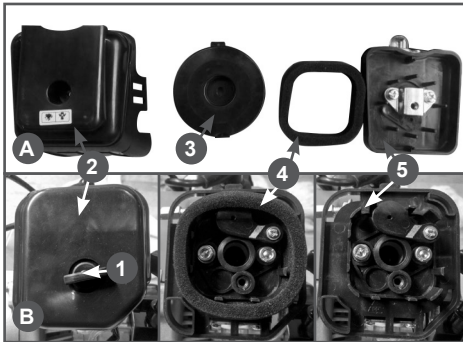

Рис. 14 Конструкция воздушного фильтра
1. Открутите винт 1 крепления крышки 2 воздушного фильтра и снимите ее (Рис. 14).
6. Очистите от загрязнений крышки и опору 5 воздушного фильтра (Рис. 14).